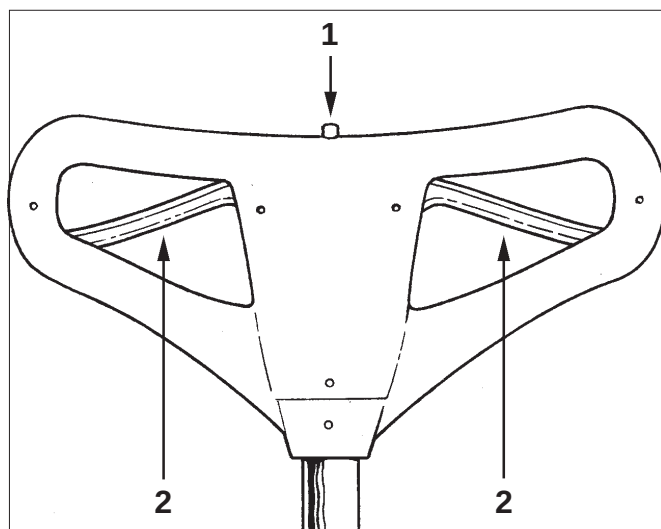

Figure 5
L'interrupteur de marche/arrêt est activé par pression sur le bouton de verrouillage de sécurité (1) et par les leviers (2) situés sous la poignée de commande (Voir fig. 5).
3. Pousser sur le bouton de verrouillage (1) et appliquer une pression des mains sur les leviers (2). (Voir fig. 5).